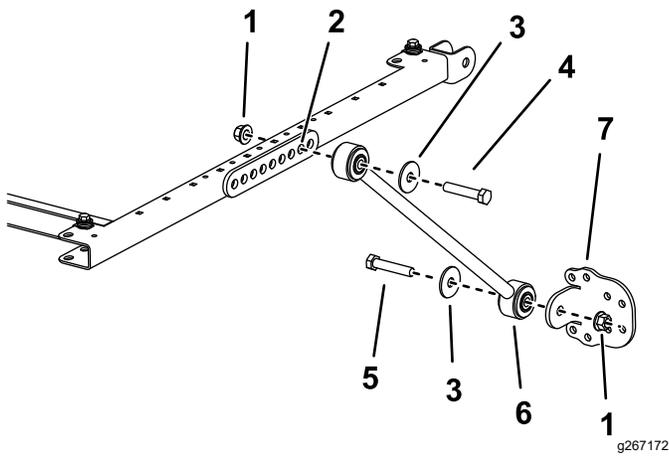

図 5
5. サンシェードのフレームの左右それぞれの側で、ブレース取り付け部の 2 番目の穴にブレースを仮止めするボルト 1/2 x 2 3/4"、ワッシャ 1/2"、フランジナット 1/2" を使用して 図 5 のように取り付ける。
- 各ブレースに、ブレースブラケットを仮止めするボルト 1/2 x 2 1/2"、ワッシャ 1/2"、フランジナット 1/2" を使用し、図 5 のように取り付ける。